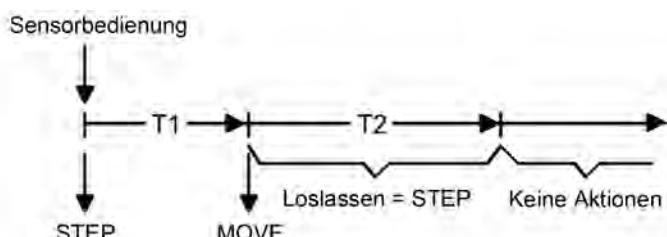

Bild 32: Telegrammkonzept bei der Bedienung einer Sensorfläche der Kanalfunktion "Jalousie/Rolllade (Step/Move/Step)"
- Unmittelbar beim Drücken einer Sensorfläche sendet das Gerät ein Kurzzeittelegramm auf den Bus aus (Bild 32), wodurch ein fahrender Antrieb gestoppt und intern die "Zeit zwischen Kurz- und Langzeitbefehl" T1 gestartet wird. Wenn das betätigte Sensorelement innerhalb von T1 wieder losgelassen wird, sendet das Gerät kein weiteres Telegramm aus. Dieser Step dient zum Stoppen einer laufenden Dauerfahrt.